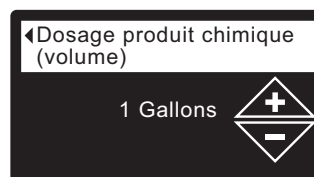

FIG. 88
7. Appuyez sur le sélecteur (O) pour afficher le menu de l'une de ces options (cf. Figure 88 et 89).